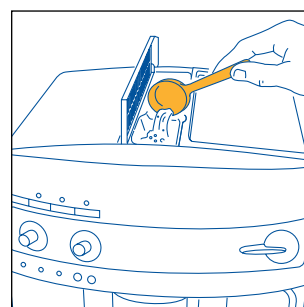

Fig.19
2. Öppna locket i mitten och häll i ett mått färdigmalet kaffe i tratten (fig. 19). Följ sedan anvisningarna i avsnitt 5.